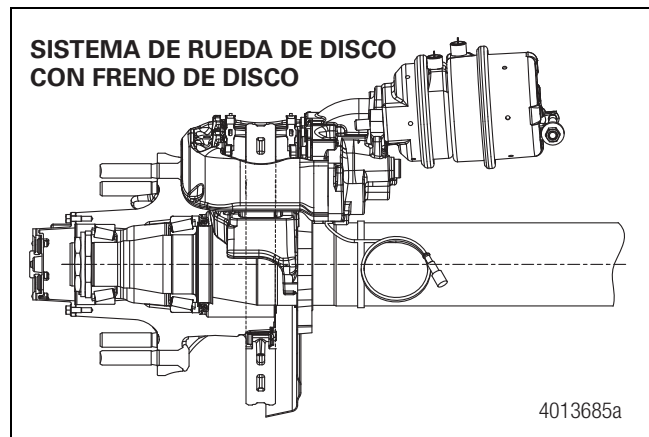

Figura 9.11
- Los rotores de freno se instalan siempre hacia el interior de la maza. Por lo tanto, se debe retirar la maza antes de retirar el rotor de freno, lo cual implica una afectación de los cojinetes, los sellos y el lubricante. Figura 9.11. Sin embargo, tenga en cuenta que el diseño del freno de disco neumático EX225L plus de Meritor permite cambiar las balatas de freno sin necesidad de retirar la maza. Para información más detallada, consulte el Manual de Mantenimiento 4M-SP, Frenos de Disco Neumáticos. Para obtener esta publicación, consulte la página de Notas de servicio en la tapa interior de la portada de este manual.